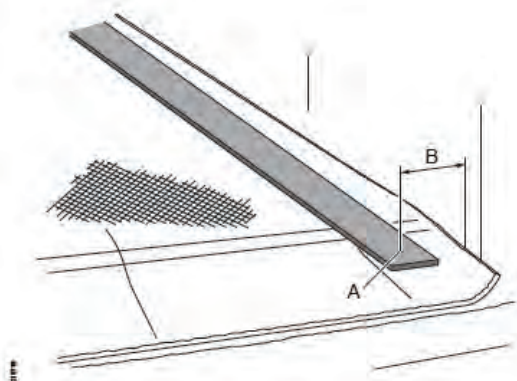

Bild 11: Placera ut glasfiberlisten.
3. Placera ut glasfiberlisterna med den räfflade sidan nedåt och med de förborrade hålen (A i Bild 11) 50 mm (B i Bild 11) från kanten på båsradens kortsida.